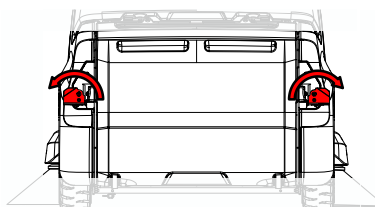

Abb. 38
- Kehrgutbehälterverriegelung lösen Abb.38